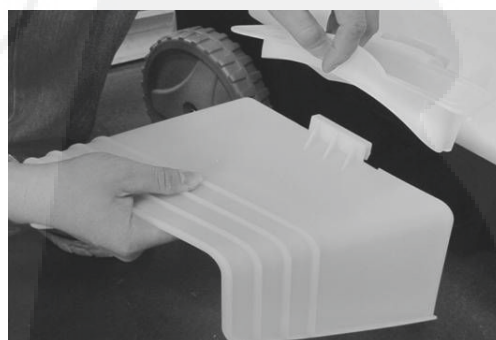

Figure 7
1. Levez le cache d'évacuation latéral situé sur le côté de la tondeuse. Pendant que vous maintenez le cache d'évacuation relevé, accrochez la goulotte d'évacuation latérale dans les fentes situées sur le côté de la tondeuse (**Figure 7**).